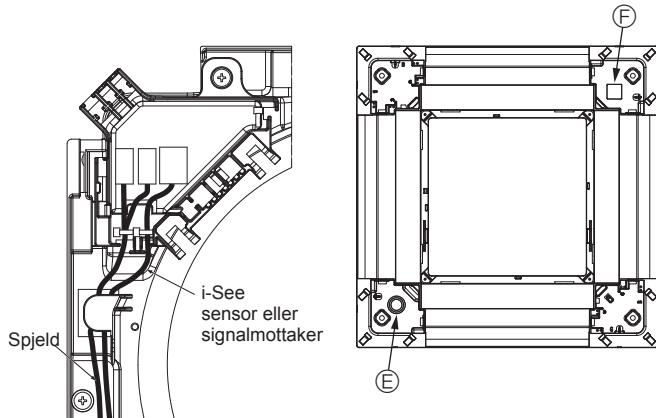

Fig. 10-13
- Legg til i-See-sensoren og signalmottakerledningene som vist i fig. 10-13.